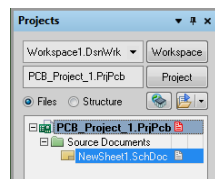

图 2.8
**Step 4** 在 Sheet1.SchDoc 上单击鼠标右键，在弹出的快捷菜单中选择 Save(保存)命令，将其另存为自己喜欢或者与设计相关的名字，如 NewSheet1.SchDoc 等，完成后如图 2.8 所示。